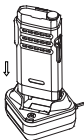
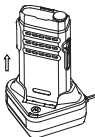

Abbildung 2: Ausrichten des Funkgeräts am Ladegerät zum Laden
Abbildung 3: Herausnehmen des Funkgeräts aus dem Ladegerät
3. Beziehen Sie sich zum Aufladen eines in ein Funkgerät eingesetzten Akkus (bei ausgeschaltetem Funkgerät) auf Abbildung 2 und Abbildung 3.